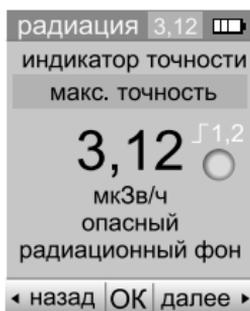

Рис. 24
3) Опасный радиационный фон. Необходимо немедленно покинуть данную зону (рис. 24).